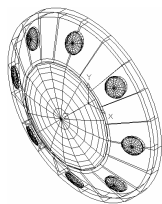

图 6-2-20 阵列处理
(33) 切换视图。单击“视图”|“三维视图”|“东南等轴测”命令, 将视图切换到东南等轴测视图界面。
(34) 恢复坐标系。在命令行中输入 UCS 命令并连续按两次回车键, 将坐标系恢复到世界坐标。
(35) 旋转坐标系。在命令行中输入 UCS 命令并按回车键, 根据命令行的提示进行操作, 将坐标系 X 轴旋转 90 度。
(36) 阵列处理。单击“修改”工具栏中的“阵列”按钮, 弹出“阵列”对话框, 选中“环形阵列”单选按钮, 设置阵列“中心点”为原点, “项目总数”值为 8, “填充角度”为 360 度, 单击“选择对象”按钮, 选择拉伸处理后半径为 1.1 的上半球面进行阵列处理, 结果如图 6-2-20 所示。